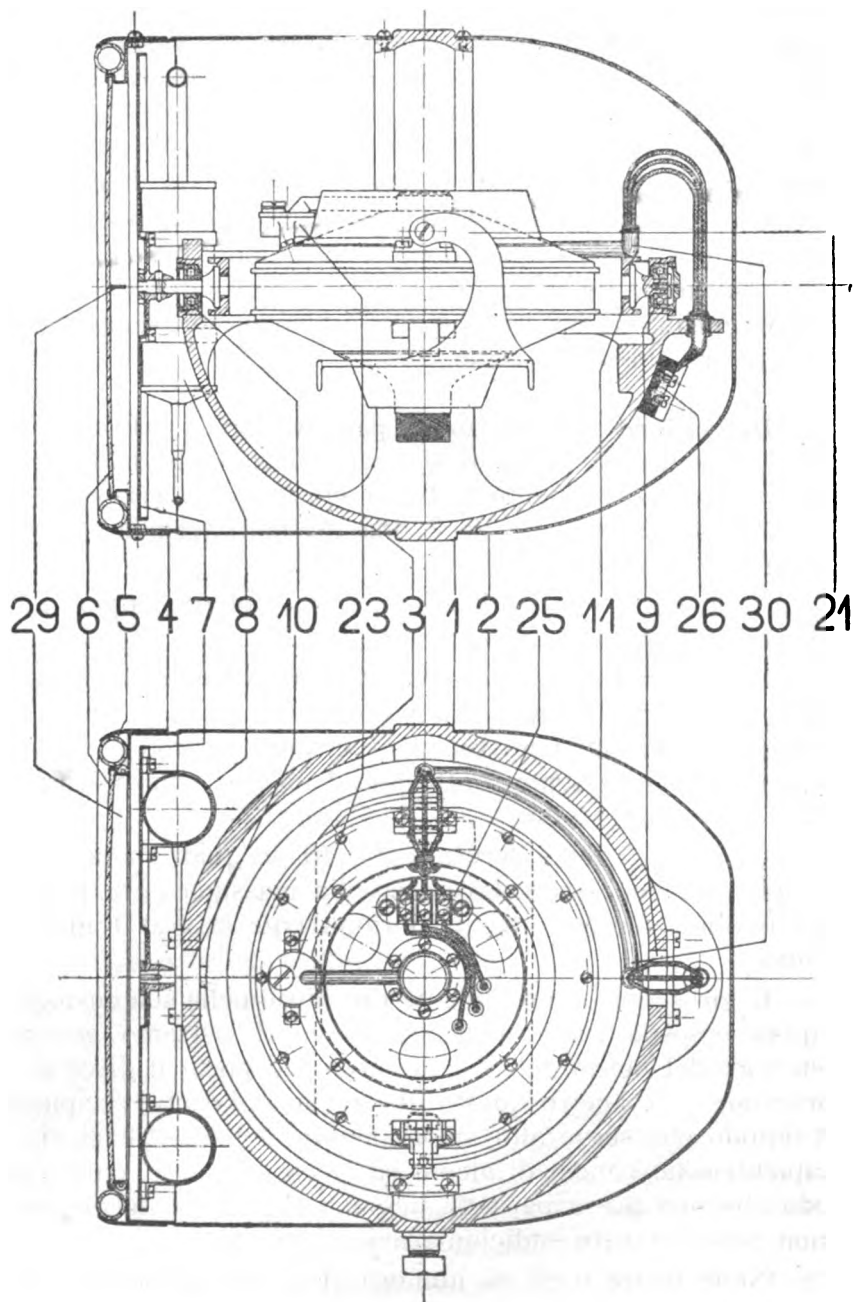

Fig. 6 — Fig. 8
Descrizione dell'orizzonte per aviatori. — Come sia fatto l'orizzonte per aviatori si vede chiaramente dalle fig. 6, 7, 8 e più particolarmente la fig. 6 mostra una sezione secondo l'asse del velivolo, la 7 una sezione normale a tale asse, e la 8 la pianta.
Nelle figure 6 e 7 al numero 21 si vede il pendolo che si muove fra i soffietti (20). Il getto d'aria dei due soffietti è diretto dall'alto in basso. Secondo che si trova più aperto
Al numero 23 delle figure 6 e 8 si vede il recipiente d'olio del cuscinetto superiore. Si svita la piccola vite di chiusura e si riempie il recipiente dell'olio, quindi si riavvita accuratamente la vite di chiusura.